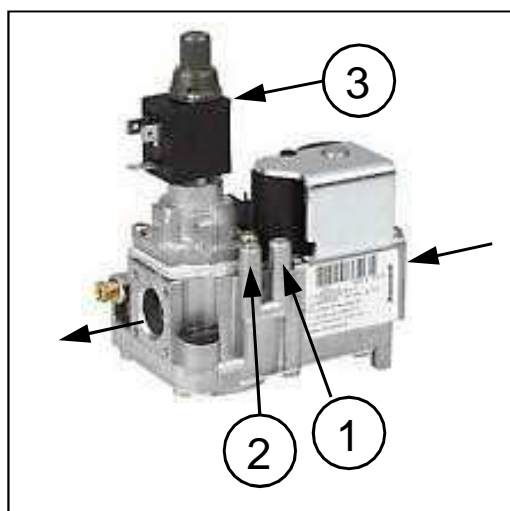

Fig. 1: Válvula magnética de 2 etapas
- ⇒ Abrir el racor de prueba [1] [Fig. 1].
- ⇒ Abrir el racor de prueba [2] [Fig. 1].